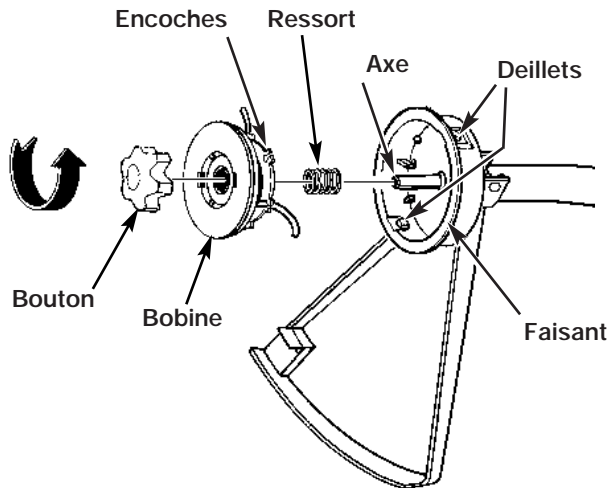

Fig. 13
1. Tourner le bouton vers la gauche et le retirer (Fig. 13).
7. Placer le ressort sur l'axe. Insérer chaque extrémité du fil dans les oeillets du boîtier (Fig. 13).